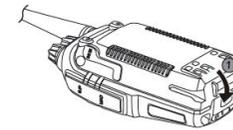

Рис.2
Для снятия батареи (рис.2) откройте защелку (1) и потяните нижнюю часть батареи вверх (2).